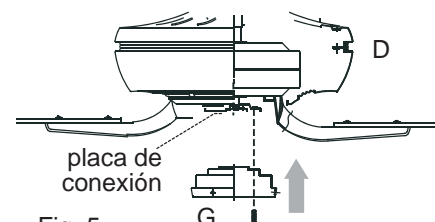

Fig. 5
5. Afloje dos tornillos en la placa de conexión en el lado inferior del motor parcialmente y quite el otro tornillo. Alinee los agujeros con ranura en la placa de la caja del interruptor (G) con los tornillos aflojados en la placa de conexión. Gire la placa de la caja del interruptor (G) para cerrarla. Vuelva a introducir el tornillo que se quitó y apriete bien los tres tornillos. [Fig. 5]